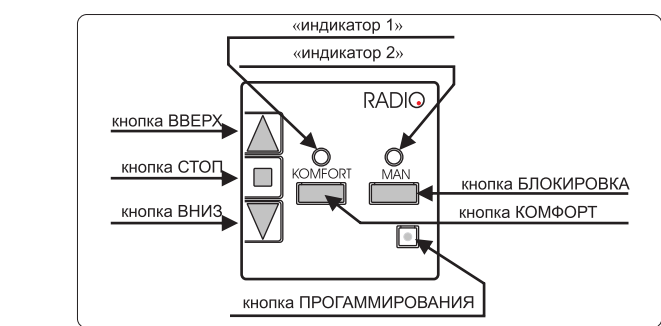

Рисунок 3. Расположение элементов управления и индикации
- Нажать и удерживать кнопку ПРОГРАММИРОВАНИЯ (см. рис. 3) в отсутствие подаваемых команд с кнопок управления или мини-пульта.